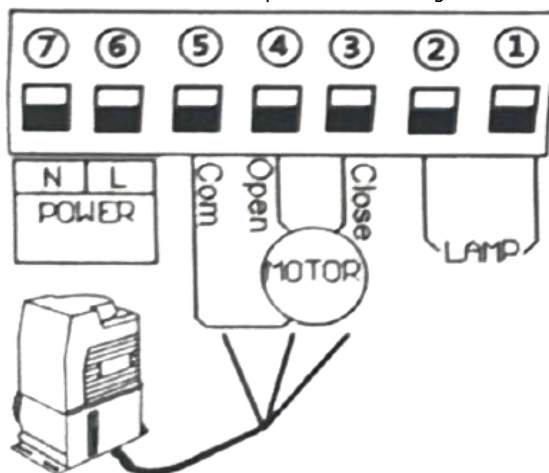

Fig.9
6.2. Conectar al motor de la puerta corredera Fig. 9